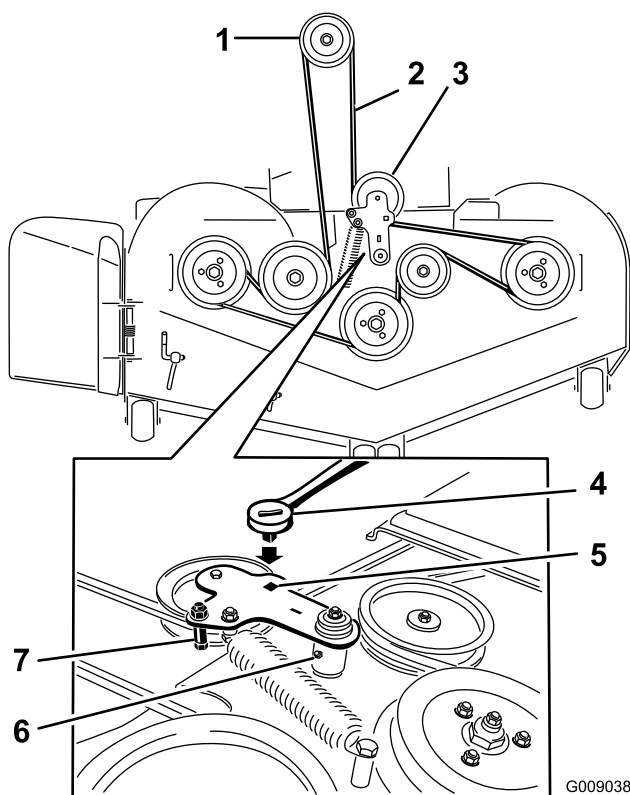

Figure 78
5. Insérez un rochet dans le trou carré du bras de la poulie de tension pour détendre le ressort de la poulie de tension (Figure 78).
7. Enlevez le guide-courroie situé sur le bras de la poulie de tension rappelé par ressort (Figure 78).
9. Acheminez la courroie neuve autour des poulies du tablier de coupe et de la poulie d'embrayage, sous le moteur (Figure 78).
- Montez le guide-courroie sur le bras de la poulie tension (Figure 78).
- Insérez le rochet dans le trou carré et montez le ressort de la poulie de tension (Figure 78).